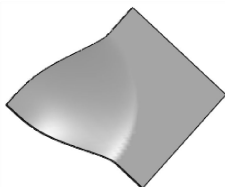

图 5-19 生成中等刚度变形特征
(2) 在【形状选项】选项组中, 单击【刚度—中等】按钮, 单击【确定】按钮, 生成中等刚度变形特征, 如图 5-19 所示。